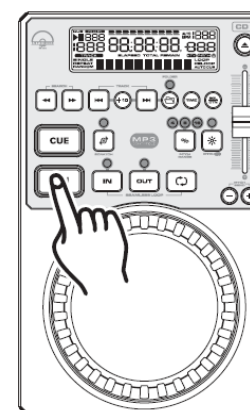
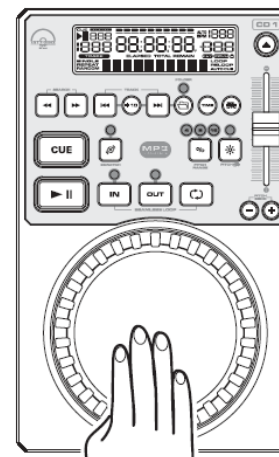
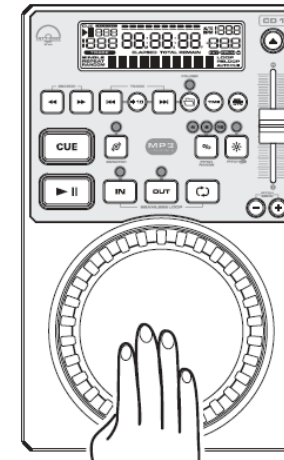

Bild 11
Bild 12
Bild 13
STARTEN DER WIEDERGABE (BILD 11)
PAUSE (BILD 11)
Dieses Feature ermöglicht das Frame-genaue Suchen in einem Track und ermöglicht Ihnen somit das Finden und Setzen eines Start-Cues oder eines Loop-Punktes. Um diese Funktion zu benutzen, müssen Sie sich im *Pause-* oder *Cue-*Modus befinden, siehe auch Seite 46 (Pause (Bild 11)). Wenn Sie sich im *Pause-* oder *Cue-*Modus befinden, drehen Sie das *Jog Wheel (9)*, um durch den Track zu scrollen (Siehe *Bild 13*). Drehen Sie das *Jog Wheel (9)* im Uhrzeigersinn, um vorwärts durch den Track zu suchen und drehen Sie es gegen den Uhrzeigersinn, um rückwärts im Track fortzuschreiten. Wenn Sie das *Jog Wheel (9)* benutzen, können Sie dank der Monitor-Funktion (Kopfhörer-Funktion) hören, wo Sie sich gerade im Track befinden.
Haben Sie den gewünschten Startpunkt erreicht, können Sie einen Cue (Start-) Punkt setzen, indem Sie den *Play/Pause Button (11)* wie in *Bild 11* drücken. Durch Drücken des *Cue Buttons (13)* wie in *Bild 12* können Sie zu dem Cue Punkt, den Sie gerade gesetzt haben, zurückkehren.